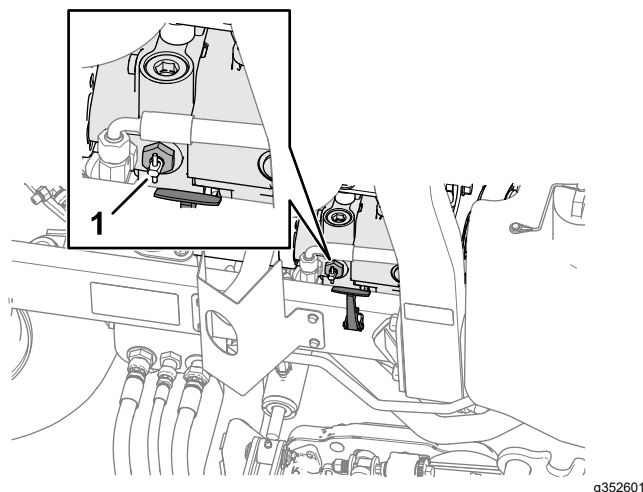

Figura 48
2. Perto do fecho do capô direito, rode o punho da válvula de derivação na bomba a 90° (Figura 48).